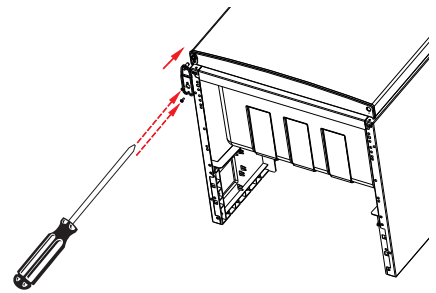

Fig. 18
- ▶ Fije los dos tornillos de sujeción de la bisagra inferior con un destornillador de estrella (fig. 18). No apriete los tornillos de sujeción del todo para poder nivelar la puerta. Apriete los dos tornillos de sujeción de la bisagra inferior solo cuando sea posible cerrar la puerta uniformemente.